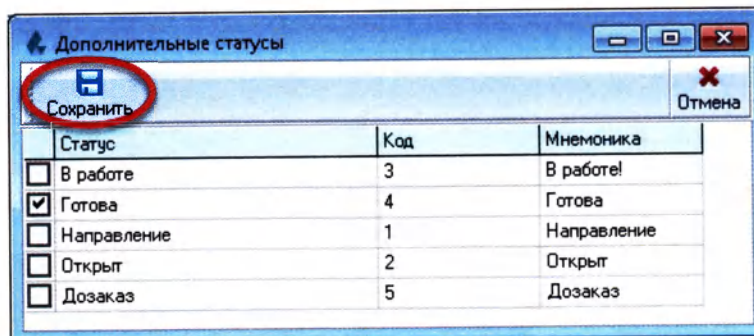

Рисунок 11.7
4. Нажмите кнопку «Сохранить» (Рисунок 11.7):